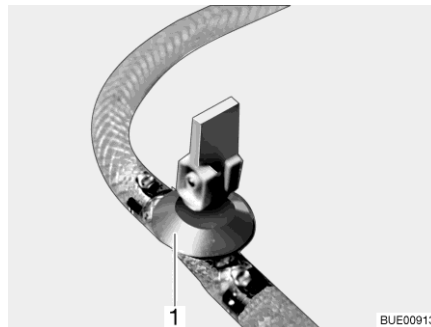

Bild 131 Avtappningskran
- Stäng avtappningskranen/avtappningskranarna. Ställ vipparmen (Bild 131,1) i vågrätt läge.
- Öppna avtappningskranen/avtappningskranarna (Bild 131). Ställ vipparmen (Bild 131,1) i lodrätt läge. Varmvattenberedaren töms utåt.